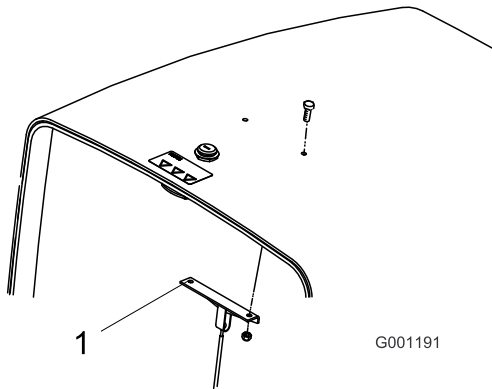

Figura 4
- Retire y deseche los 2 tornillos y las 2 tuercas que fijan el soporte del cable del capó a la parte inferior del capó (Figura 4).